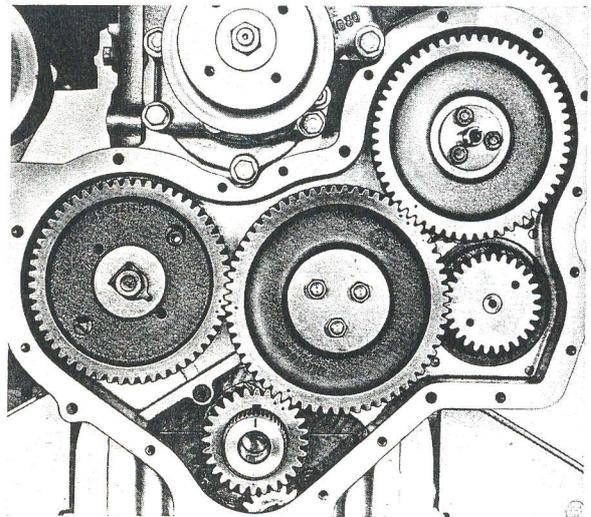
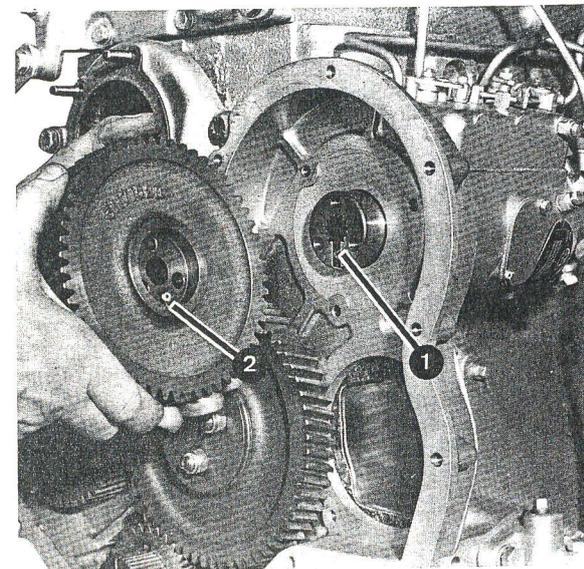

Fig. L5 — Repères de calage des pignons de distribution.
Fig. L12 — Dépose du pignon de pompe d'injection (régulateur mécanique).
4. Remonter le pignon fou sur son moyeu, en s'assurant que les repères de calage du vilebrequin, de l'arbre à cames, de la pompe d'injection et du pignon fou sont en ligne (fig. L5).
5. Reposer le pignon intermédiaire sur son moyeu en s'assurant que les repères de calage du pignon du vilebrequin, du pignon d'entraînement de la pompe d'injection, du pignon d'arbre à cames et du pignon fou, sont en ligne comme indiqué sur la fig. L5. Serrer la plaque de retenue au couple de 2,7 à 3,2 m.da N.
2. Faire tourner le moteur jusqu'à ce que les repères de calage soient en ligne ou mieux, déposer le pignon fou et le remonter en alignant les repères de distribution (fig. L5).
1. Reposer le pignon d'entraînement de la pompe en s'assurant que le point repère de calage est placé entre les deux points-repères du pignon intermédiaire (fig. L5). S'assurer que tous les repères de calage sont en ligne.
1. Poser le pignon d'entraînement de la pompe d'injection sur son moyeu en s'assurant que le point-repère de dent du pignon coïncide avec les deux points-repères du pignon intermédiaire (fig. L5). S'assurer que tous les repères de calage des autres pignons sont en ligne.
2. Tourner le vilebrequin pour amener les repères de calage face à face ou mieux, déposer le pignon fou et le remonter en alignant les repères de distribution (fig. L5).
4. Déposer le pignon et son pion de centrage (fig. L12).
1. Mettre en place le pignon et son pion de centrage sur le moyeu de façon que le pion de centrage (2, fig. L12) s'engage dans la gorge (1, fig. L12) et que les repères des pignons (fig. L5) soient alignés.